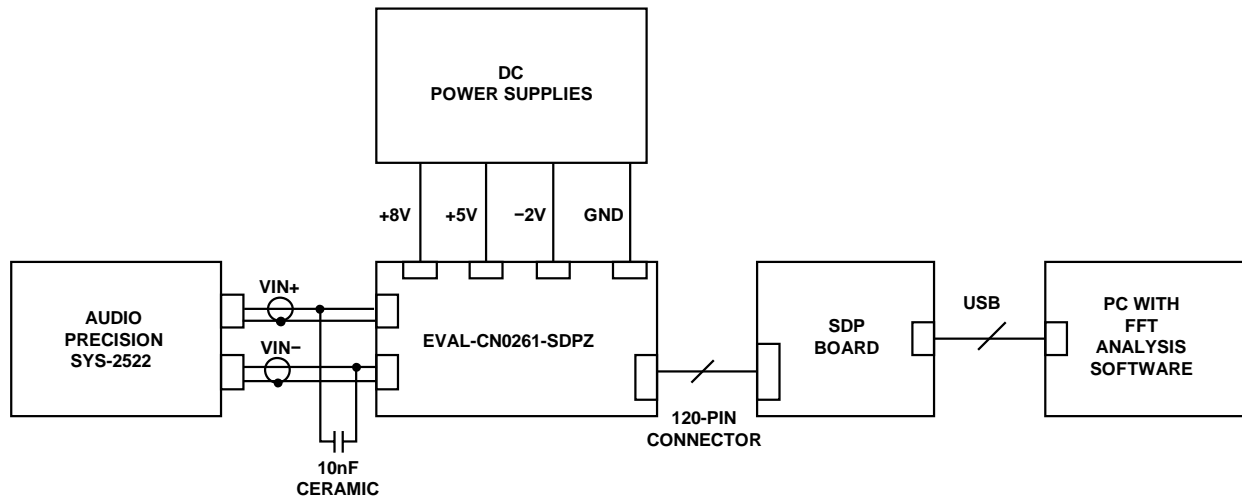

図 4. AC 性能測定のセットアップ
- 図 4 に示されているような外付け 10 nF セラミック・フィルタ・コンデンサ
AC 性能測定用の評価環境の構成を図 4 に示します。EVAL-CN0261-SDPZ ボードは、示されている DC 電源によって駆動されます。ボードのドキュメント一式に関しては [www.analog.com/CN0261-DesignSupport](http://www.analog.com/CN0261-DesignSupport) を参照してください。
この図 4 に示す構成で周波数応答の測定しました。フルスケールの 0.5 dB 下の入力信号レベルで 1 kHz トーンを出力するように、Audio Precision 社の SYS-2522 を設定しました。外付け 10 nF コンデンサは、信号発生器出力のローパス・ノイズ低減フィルタとして機能します。評価ボードのソフトウェアを使って、FFT データをキャプチャして解析しました。